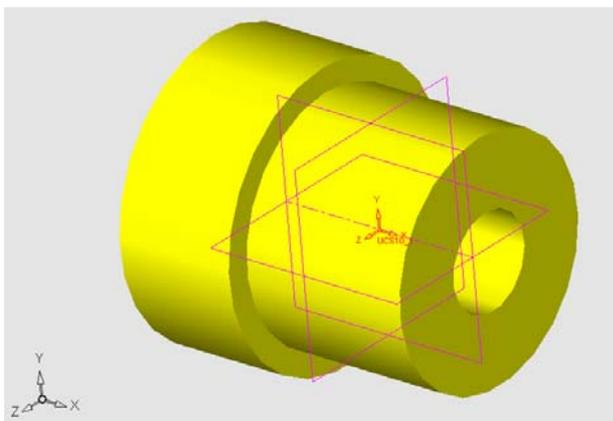

Рисунок 5 - 3D-модель вала
4. В меню Solid выбираем New > Revolve, указываем курсором контур и щелкаем ЛКМ, затем - ось вращения. Для подтверждения построения нажимаем ОК. Вращением на 360° получим 3D-модель полого двухступенчатого вала (рисунок 5).